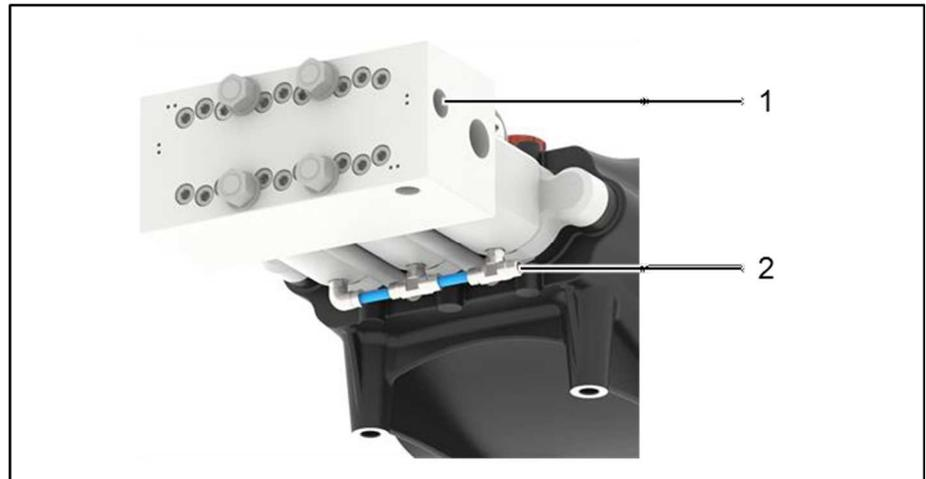

Figura 20: Svuotamento della pompa
5. Per svuotare l'acqua dalla testata, rimuovere il tappo di mandata (Figura 20: Posizione 1).
7. Staccare tutte le tubazioni di ritorno (della valvola di regolazione, del sistema di ricircolo (Figura 20: Posizione 2), ecc.) e lasciare che i tubi flessibili / rigidi si svuotino completamente.
8. Rimontare il tappo sul raccordo di mandata (Figura 20: Posizione 1).
13. Montare tutte le tubazioni di ritorno (della valvola di regolazione, del sistema di ricircolo dell'acqua (Figura 20: Posizione 2) ecc.) fissandole negli appositi punti.